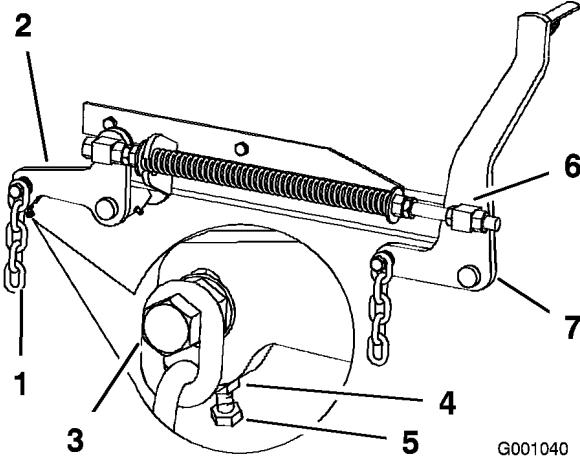

Figure 70
de la chaîne arrière au bras de support arrière (Figure 70).
- Desserrez l'écrou de blocage sous le bras de support arrière et agissez sur le boulon de réglage de manière à obtenir une distance de 79 à 83 mm (Figure 70).
- Desserrez d'environ 13 mm les écrous de blocage à l'avant des pivots avant gauche et droit (Figure 70).
- Réglez les écrous de relevage sur les côtés gauche et droit de la machine de manière à abaisser l'avant de **6 à 10 mm au point A par rapport au point B** à l'arrière (Figure 70).